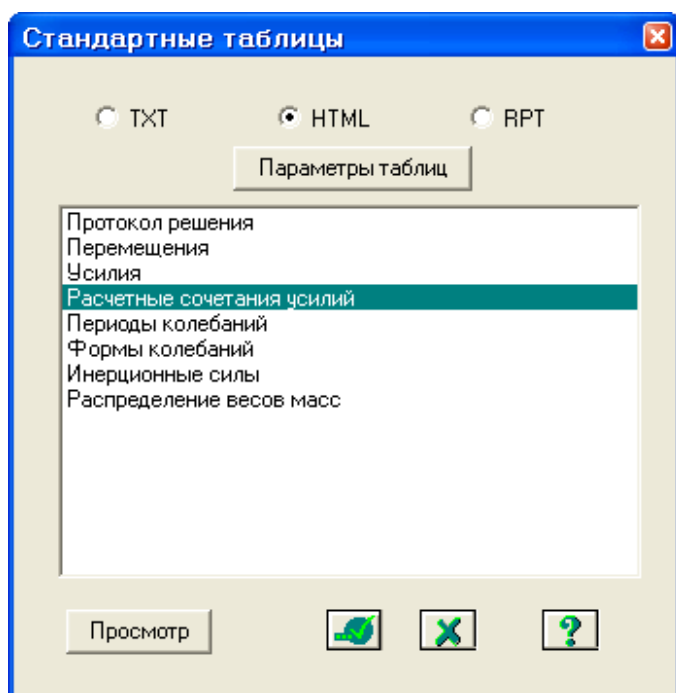

Рис.5.28. Диалоговое окно **Стандартные таблицы**
- После этого в диалоговом окне **Стандартные таблицы** (рис.5.28) выделите строку **Расчетные сочетания**